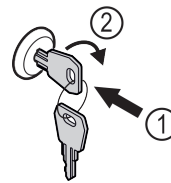

Fig. 91
- Paina avain lukkoon Fig. 91 (1).
- Kierrä avainta 90° myötäpäivään Fig. 91 (2).